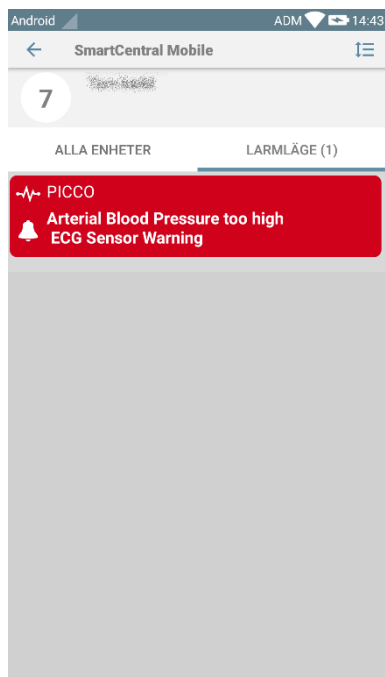

Fig. 24
- Tryck på meddelandet för att komma direkt till aktuell modul/patient (se ett exempel i Fig. 24). Om larmet anmälan från en modul är relaterad till en patient, sedan genom att trycka den alarme fliken patienten visas; Dessutom, om larm anmälan höjs för mer än en patient, genom att trycka på den listan över larmade patienten visas.